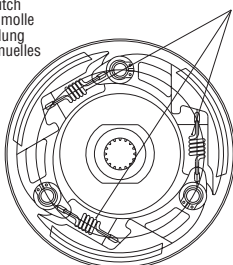
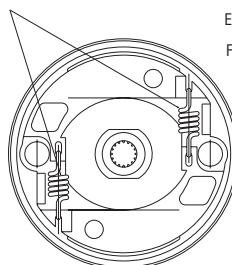

FIGURA 2
FIGURA 3
**2** Sostituire le molle innesto frizione all'interno della semipuleggia condotta (frizione), utilizzando il kit già incluso nella confezione (PIAGGIO MEDIUM ROSSA) come indicato in figura 2 o in figura 3.